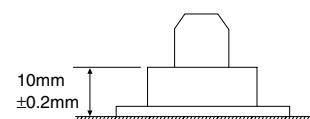

Fig. 21
- Il faut ajuster la hauteur des plateaux porte-bobines sur 10mm  $\pm$  0,2mm à l'aide de rondelles (Fig. 21). Ne pas mesurer aux encoches dans le support de la mécanique.